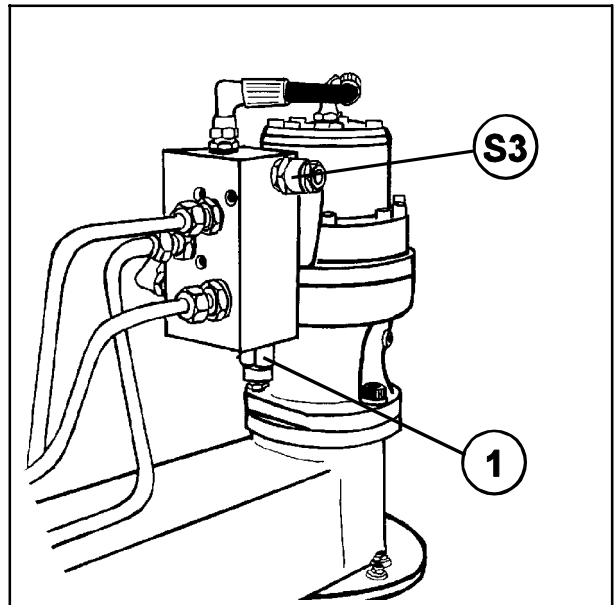

Fig. 14-5
- c) **Safety valve on the minus side.** (S3, fig. 14-5).
- d) **Holding valve.** (Pos. 1, fig. 14-5).